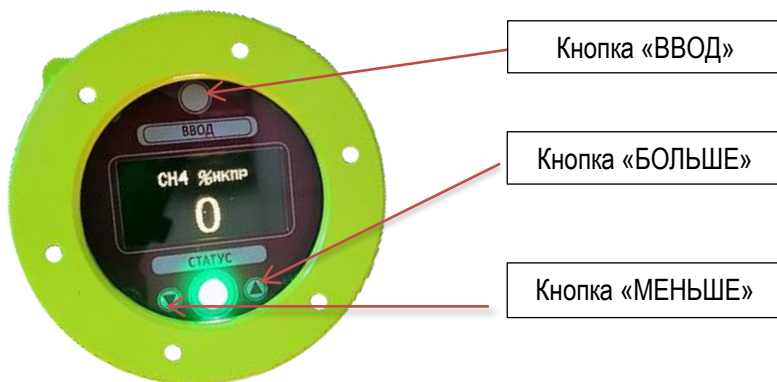

Рисунок 2 Индикатор ГСО-Р1И
1.4.5 При поставке газоанализатора ГСО-Р1И в конфигурации «с индикатором ГСО-Р1И» текущее состояние прибора отображается на индикаторе. На его передней панели имеется светодиод «СТАТУС» (рис.2).